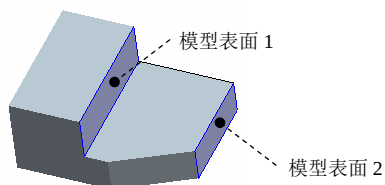

图 8.1.2 测量面到面的距离
(2) 先选取图 8.1.2 所示的模型表面 1，按住 Ctrl 键，选取图 8.1.2 所示的模型表面 2。